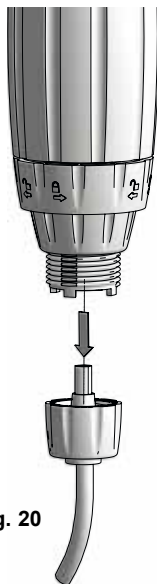

Fig. 20
- Dégager le tuyau de l'embout du clapet d'aspiration en tirant vers le bas (**Fig 20**).